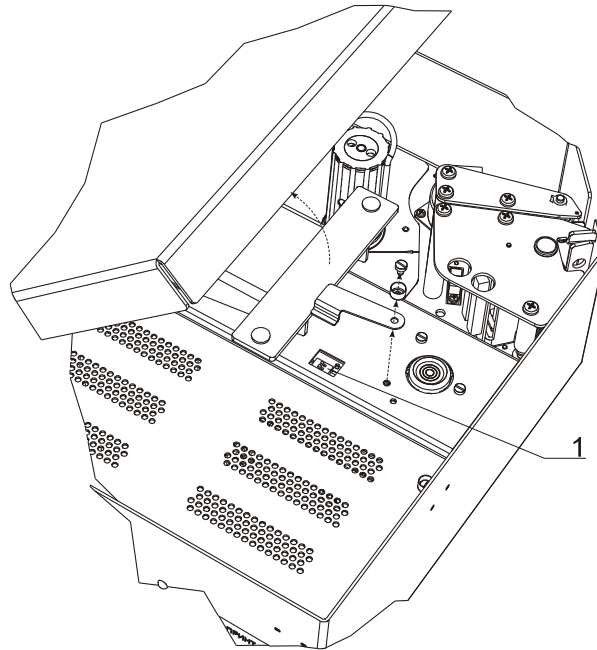

Рисунок 52
Для того, чтобы процедура градуировки была доступной, необходимо включить градуировочный переключатель в положение ON (см. рисунок 52). Если при попытке начать градуировку выводится сообщение "Градуировка невозможна" - проверьте положение градуировочного переключателя. В случае, если в процессе градуировки возникают ошибки, процесс градуировки прерывается и выводится сообщение "Градуировка не выполнена", а также может быть выведен код ошибки, возвращенный блоком датчика. Сообщите полученный код ошибки в техническую поддержку.
3. Удалить пломбу, отвернуть винт под пломбой, снять пломбировочную чашку, крышку, перевести градуировочный переключатель **1** в положение ON (см. рисунок 52);
16. Перевести градуировочный переключатель (см. рисунок 52) в состояние, противоположное ON, затем включите весы вновь;